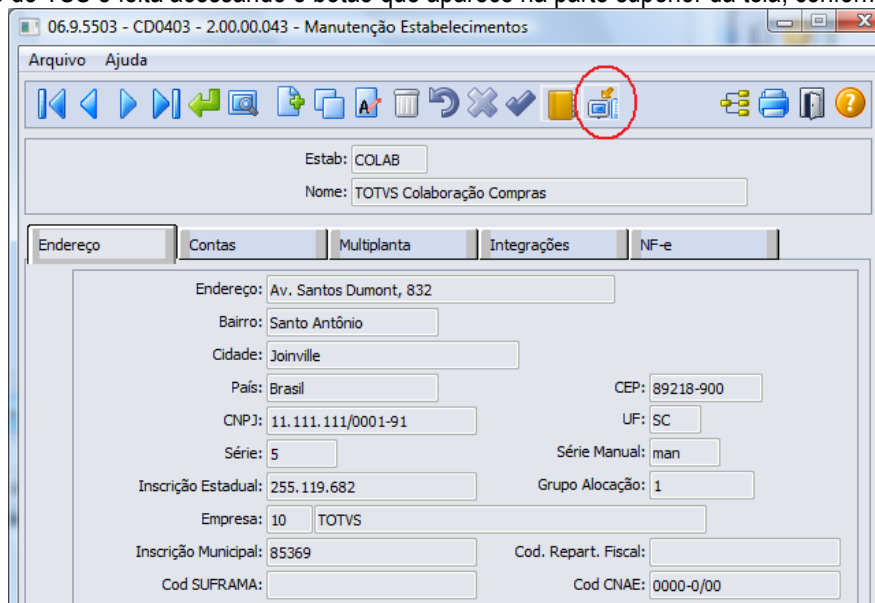

Figura 4 – Manutenção de Estabelecimentos
- Manutenção de Estabelecimento – Parametrização do TSS por estabelecimento para trabalhar com TOTVS Colaboração. A configuração do TSS é feita acessando o botão que aparece na parte superior da tela, conforme figura 4.